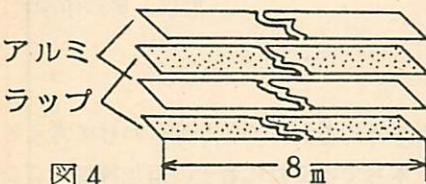
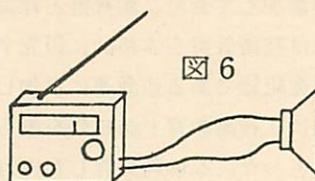

図4
図6
そこで、アルミホイル2本と絶縁体としてサランラップ（商品名）を使いこれも2本用意して、じつに長大（この場合8m）なコンデンサーを作った。図4にしめす。4枚を重ねたら、ラップを巻いてあつた紙筒に巻いていって円筒形のコンデンサーとする（材料費550円）。
- ⑦ 手作りコンデンサー提示（図4の物）図5の実験
- ⑧ 種類について知ろう。
- ⑨ 応用～図6で低音を強調するにはどうしたらよいだろうか。